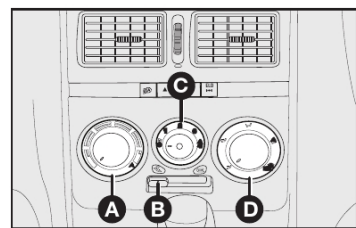

fig. 51
COMANDOS - fig. 51
1) Seletor para a temperatura do ar **A-fig. 51** totalmente posicionado à esquerda.
2) Seletor do ventilador **C-fig. 51** posicionado na velocidade máxima.
3) Seletor de distribuição do ar **D-fig. 51** apontado para ; controlar para que todas as saídas de ar estejam totalmente abertas.
4) Ligar o ar-condicionado apertando o seletor **C-fig. 51**.
O ar-condicionado é muito útil para acelerar o desembaçamento, pois desumidifica o ar. É suficiente regular os comandos para a função de desembaçamento e ativar o condicionador, apertando o seletor **C-fig. 51**.
1) Condicionador de ar ligado: seletor **C-fig. 51**.